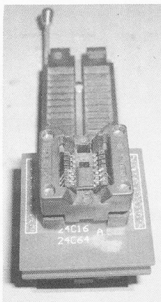

图 5-10 SPI 转接座
(2) 怀疑是 BIOS 资料损坏导致, 因测试硬盘中没有此显卡的 BIOS 文件, 只得焊下 ROM 芯片放到编程器 (见图 5-10) 上刷。从 www.chinafix.com.cn 下载一个七彩虹 6600 超频版 256MB 的 BIOS 刷进去。